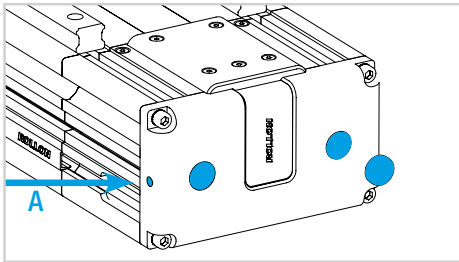

Abb. 9
10) Entfernen Sie die Schutzkappen auf den Befestigungsschrauben und lösen Sie die Madenschrauben A (Abb. 9).